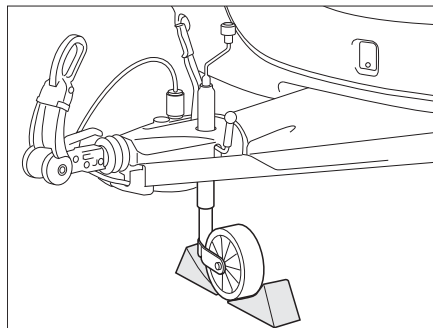

Fig. 170 Retener la rueda de soporte
- Colocar la rueda de soporte en posición transversal con respecto a la dirección de marcha y retenerla con dispositivos adecuados (Fig. 170).